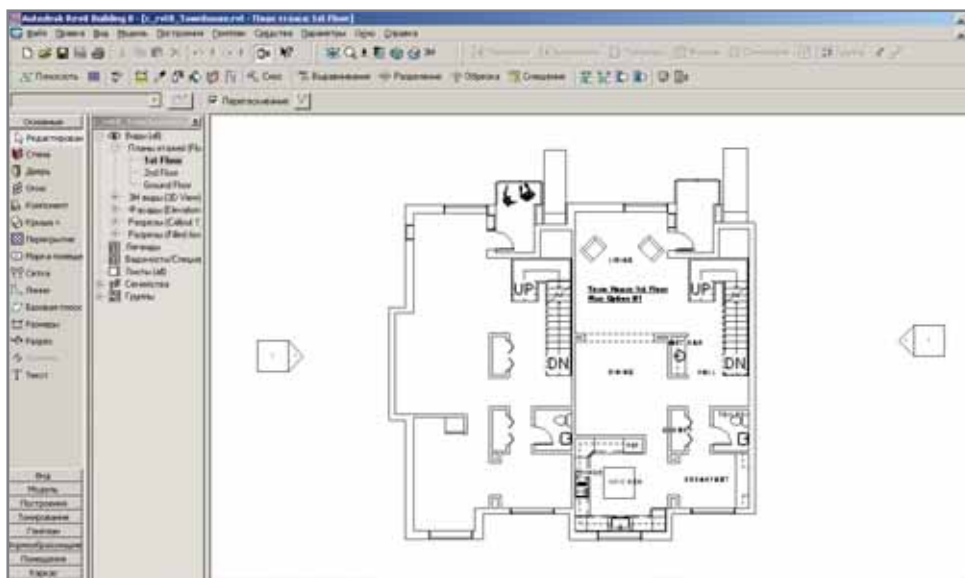

Рис. 2. Отображение всех элементов поэтажного плана первого этажа
1. Дважды щелкните на пункте *1st Floor* из группы *Планы этажей* (Floor Plans) в браузере проекта (Project Browser). Откроется план первого этажа, на котором будут отображены все элементы чертежа: стены, лестницы, мебель и даже фигуры людей (рис. 2).
3. Закройте оба диалога по кнопке *ОК*. Теперь видны все элементы (см. рис. 2).